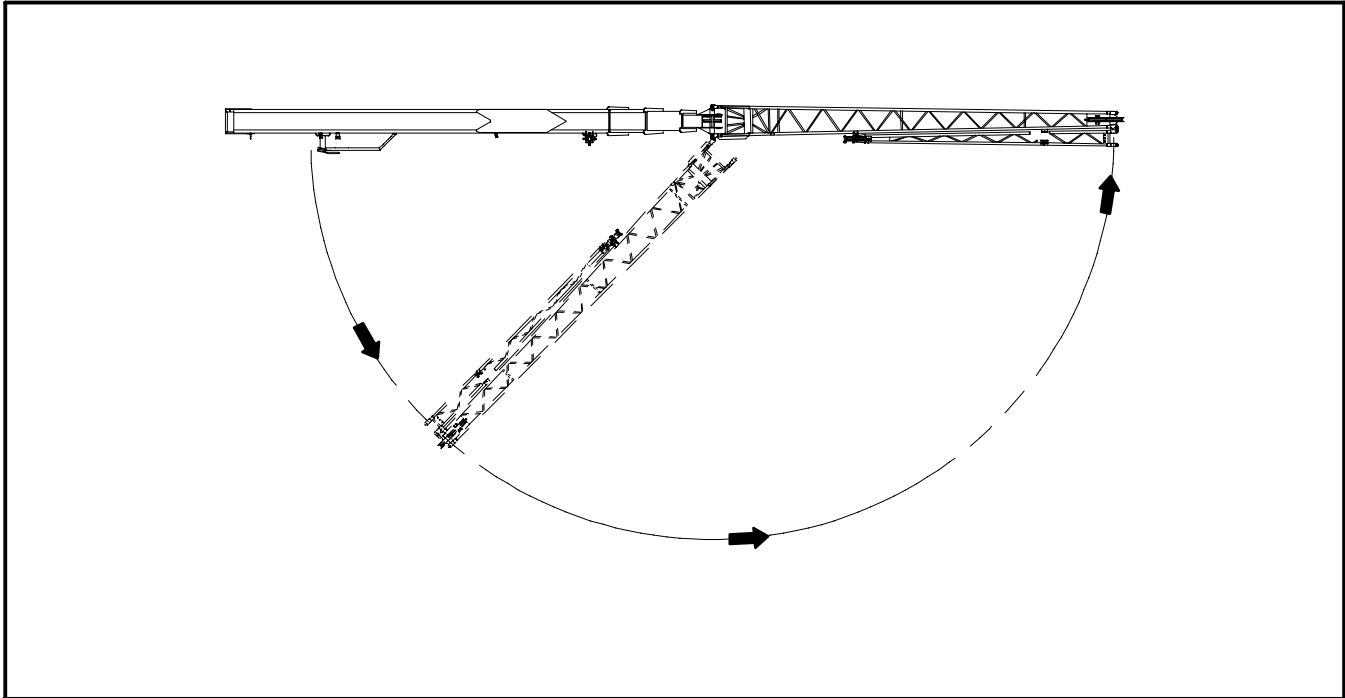

Figura 4–43
15. Continúe bajando la pluma hasta un ángulo de 0° para balancear la base y punta del plumín alrededor de la cabeza de la pluma hasta que las orejetas del plumín se enganchen con los ejes transversales en el lado izquierdo de la pluma. Consulte la Figura 4–43.